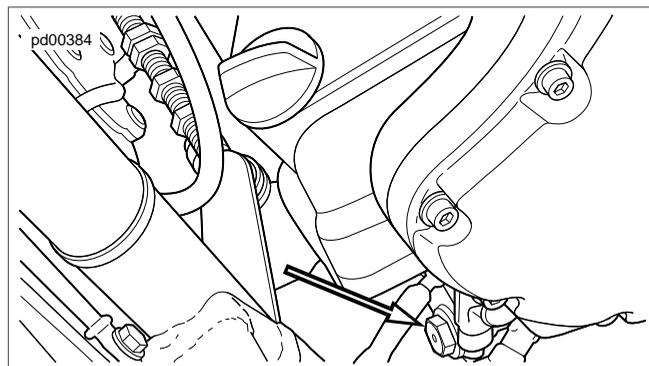

Figure 1-4. Bouchon de vidange d'huile (typique)
3. Voir Figure 1-4. Retirer le bouchon de vidange d'huile moteur sur le devant du carter d'huile sur la gauche. Laisser l'huile s'écouler dans un contenant approprié.
6. Voir Figure 1-4. Installer le bouchon de vidange d'huile.